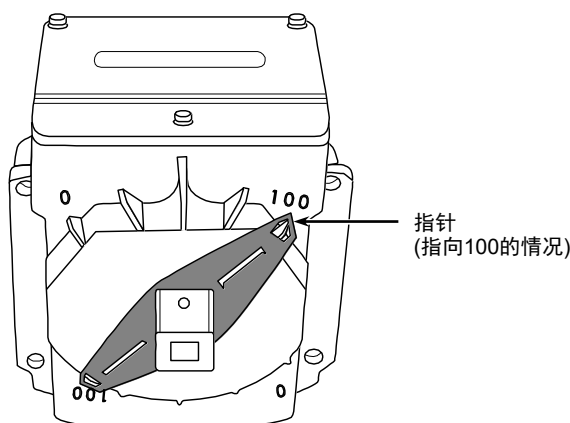

图8 执行器全开时的指针位置
- (3) 与阀门相同, 请确认执行器开度处于全开(100%)。(出厂时被设定为全开位置。)如图8所示, 可通过执行器底部的指针确认开度。在将执行器调整到全开位置的情况下, 请参照专用执行器规格使用说明书 (AI-6829C, AI-7285C)的[手动开/关的方法]章节。